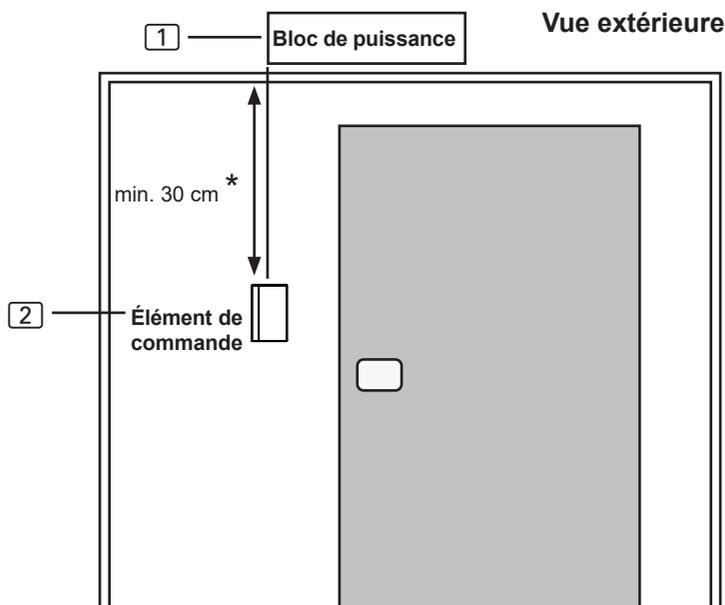

Fig.4 Position du panneau de commande
L'élément de commande [2] est monté sur la paroi de la cabine à une distance maximale de 10 mètres de l'élément de puissance [1] (voir Fig.4).
*En cas de montage à l'intérieur de la cabine de sauna, respecter une distance minimale de 30 cm par rapport au plafond de la cabine (voir Fig.4).